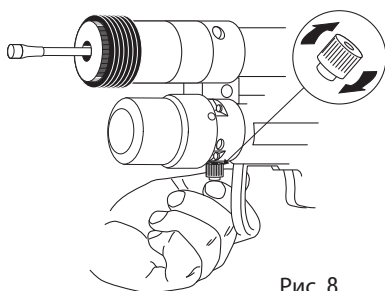

Рис. 8
2. Перевернуть защитную гайку и привинтить её (посредством специального резьбового отверстия) к устройству аварийного возврата (С) (рисунок 8).